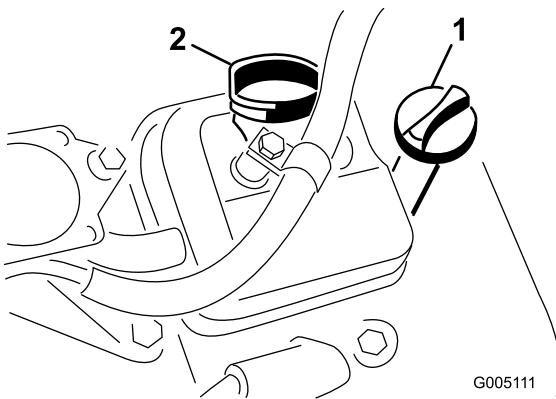

Figura 18
2. Desaparafuse a vareta e limpe-a com um pano limpo. Aparafuse a vareta no tubo e certifique-se de que se encontra completamente introduzida (Figura 18).